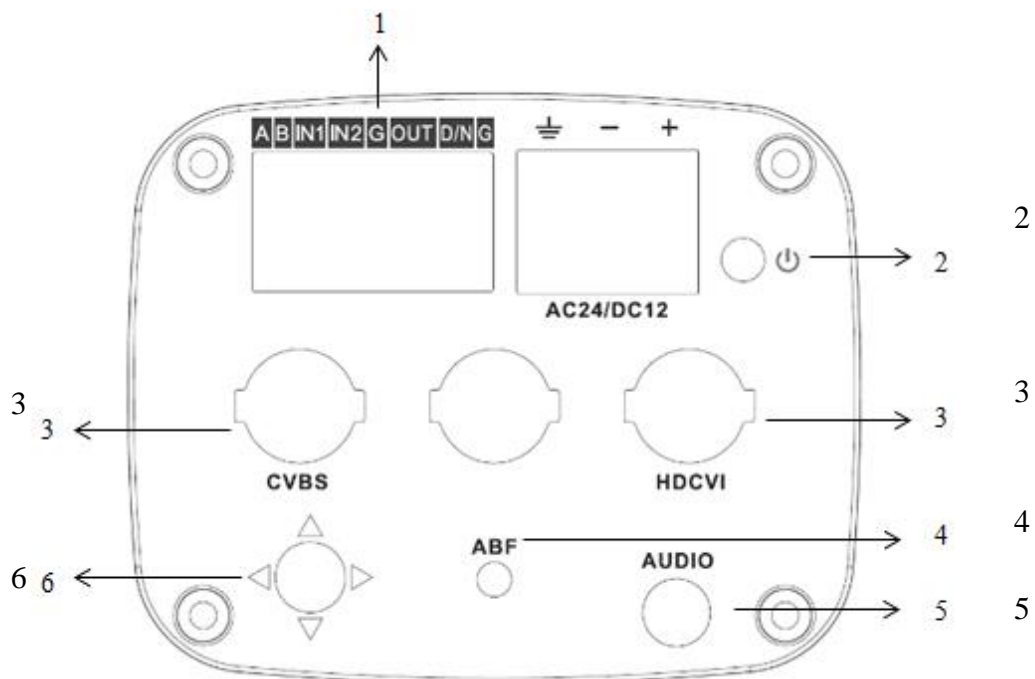

Рисунок 7.2
7.2 Подключите соединительные провода (разъемы) в соответствии со схемой внешних подключений (рис.7.2) и соблюдением полярности. Неверное соединение может привести к повреждению и/или неправильному функционированию оборудования.